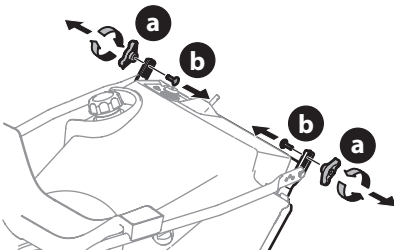
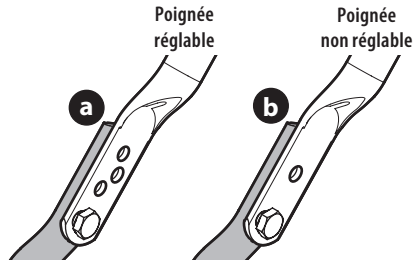

Figure 1
Figure 3
1. Retirez les écrous papillon (a) et les boulons de carrosserie (b) de la partie supérieure de la poignée inférieure (Figure 1). Il n'est pas nécessaire de retirer le boulon à épaulement et l'écrou autobloquant à bride sous l'écrou papillon et le boulon de carrosserie.
3. Pour les modèles dotés d'une poignée réglable (a) (Figure 3), passez à l'étape 4. Pour les modèles avec poignée non réglable (b) (Figure 3), serrez la quincaillerie retirée à l'étape 1 (Figure 1). Passez à la sous-section Types de commande de goulotte, page 39.